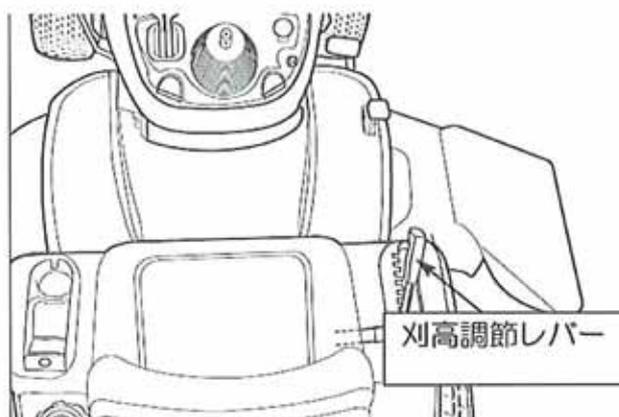

図16
- 刈高調整レバーを左に倒しながら、前後に動かします。(図16)